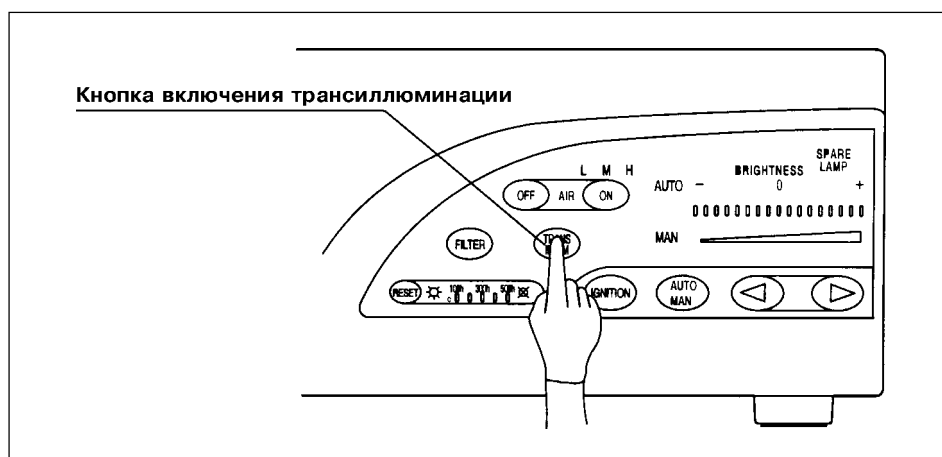

Рис. 5.6.
1. Нажмите кнопку включения трансиллюминации. При этом устанавливается максимальный уровень яркости излучаемого света для режима ручной регулировки яркости (см. рис. 5.6).